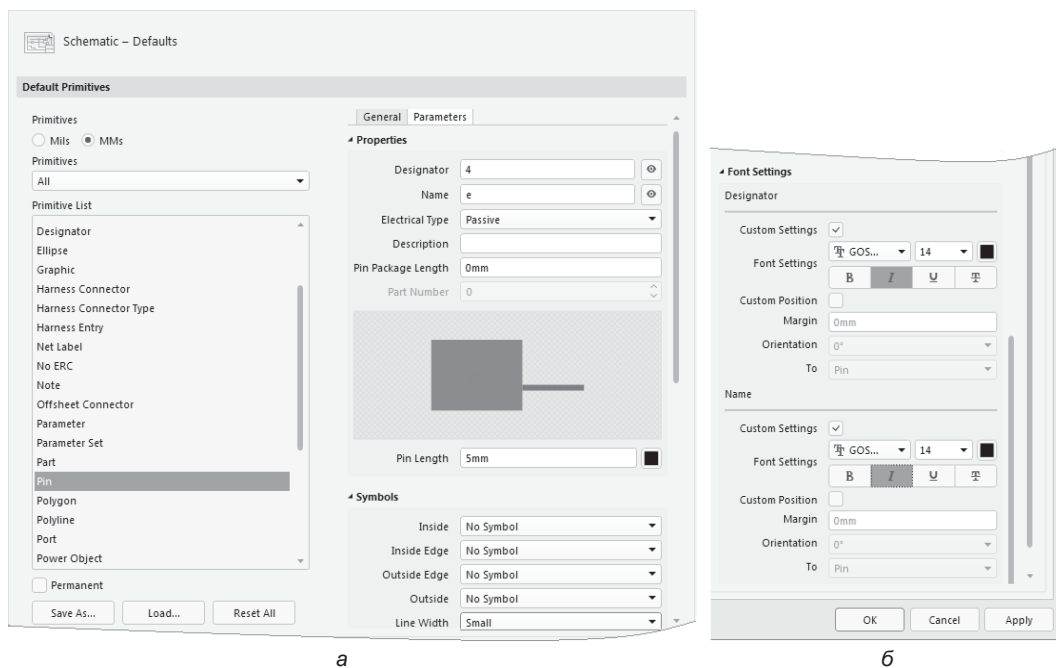

Рис. 2.3. Настройка параметров электрических выводов
Настройка параметров электрических выводов (Pin) выполняется на странице **Defaults | Pin** (рис. 2.3). Здесь следует заполнить следующие поля:
- ☐ в секции **Properties** (рис. 2.3, а):
- ▣ в секции **Symbols** (см. рис. 2.3, а) доступна настройка графического оформления контактов метками, указывающими на функциональные признаки:
- ☐ в секции **Font Settings** (рис. 2.3, б) установите шрифт для обозначений атрибутов в полях **Designator** и **Name**. Следует выбрать шрифт **GOST Type A**, кегль **14**, наклонный.
2. Перед тем, как зафиксировать размещение вывода, клавишей <Tab> активизировать «горячее» редактирование его свойств. Панель **Properties** при этом открывается в режиме редактирования параметров вывода **Pin** (см. рис. 2.3, а). В дополнение к глобальным настройкам установите следующие свойства вывода: